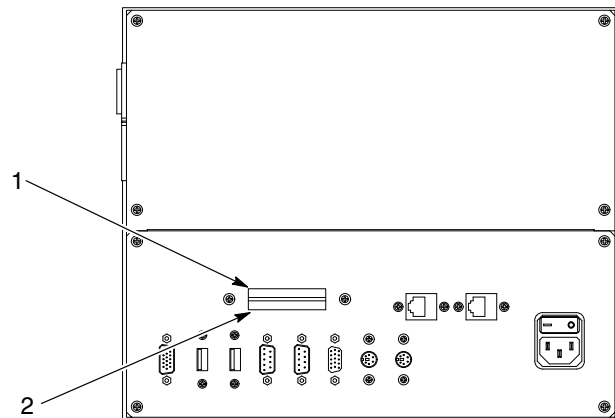

Figura 3-10 Ubicación de las tarjetas de programa y de datos del usuario
Ver la figura 3-10. Las ranuras para tarjetas CompactFlash están ubicadas en la parte posterior del PC. La tarjeta superior (1) es la tarjeta de datos; la tarjeta inferior (2) es la tarjeta de programa.